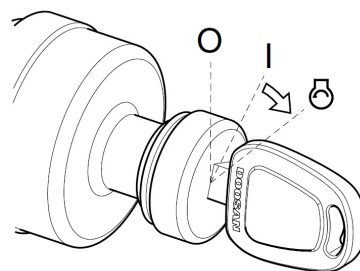

Рис. 13
5. После загорания индикатора завершения предпускового подогрева, сразу повернуть ключ зажигания в положение запуска (START) , рис. 13. Двигатель должен запуститься, приблизительно, через 5 секунд.
6. После того, как двигатель запущен, отпустить ключ. Ключ вернется в положение "I" (Вкл.), рис. 13.